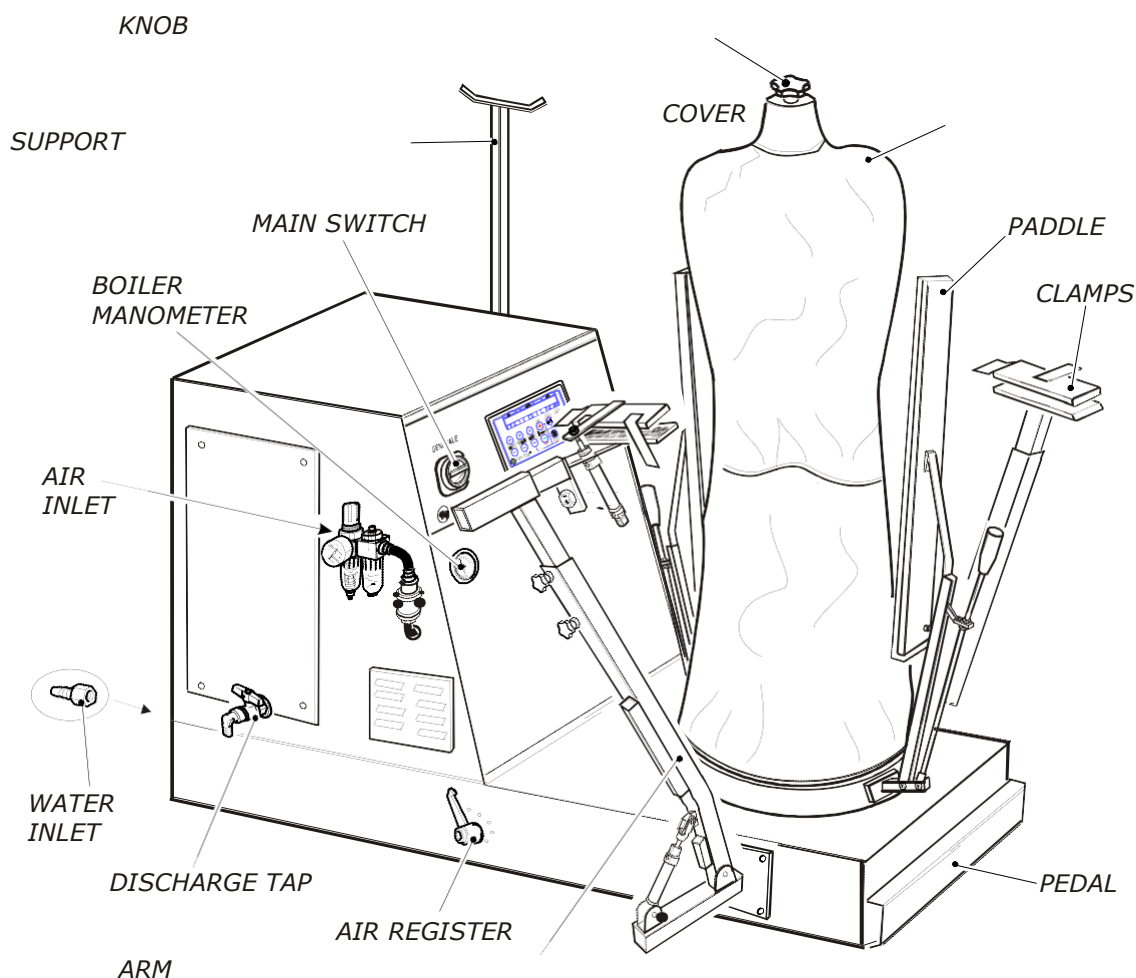

Рис. 1
ZEUS подключается к воде (рис. 1) с помощью резинового шланга, рассчитанного на давление, по крайней мере, 10 бар (диаметр входного отверстия для воды - 8/13 mm), резиновый шланг должен быть надёжно закреплён 2 хомутами.
2. Извлеките ZEUS из коробки, закрепите держатель (рис.1) .
В конце каждого рабочего дня мы советуем всегда выключить машину при помощи главного выключателя (рис. 1).
Подсоедините резиновый шланг к ВХОДНОМУ ОТВЕРСТИЮ ВОДОСНАБЖЕНИЯ (рис. 1) и откройте кран подачи воды.